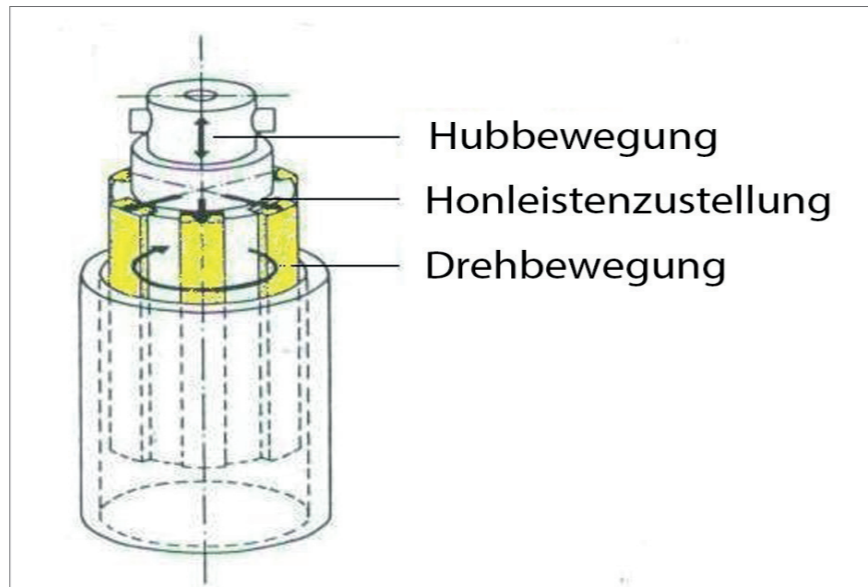
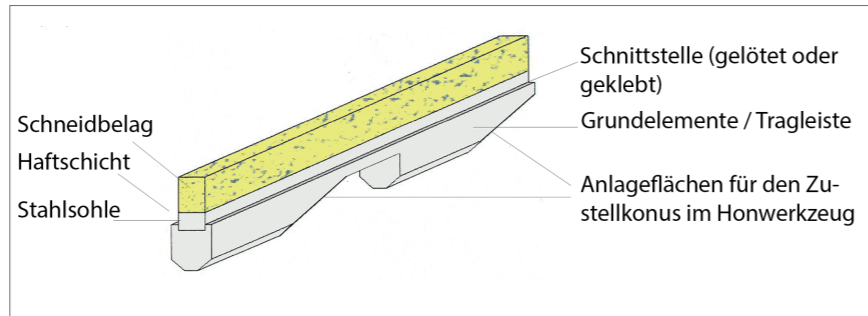
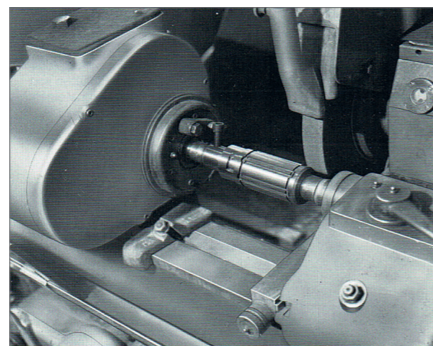
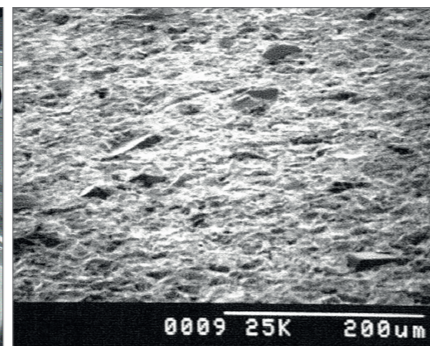

Abb. 2: Honspezifische Kinematik [1]
Abb. 3: Geometrien von Diamant- und Bornitrid-Honbelägen [1]
Abb. 4a: Rundschleifen der Honleisten im Werkzeug
Abb. 4b: Rundgeschliffene Honleisten-Schneidfläche
Die eigentlichen Schneidbeläge sind nach dem Sinterprozess gemäß Abbildung 3 in quadratischer oder rechteckiger Form aufgebracht. Nach der Montage (wie Abbildung 2, bereits im Prozessablauf) erfolgt ein erster Aufbereitungsschritt zur Makroformgebung. In einem diffizilen und zeitintensivem Rundschleifprozess (s. Abb. 4a) werden die hochharten Honleisten im Werkzeug auf die notwendige Zylinderform und den zu honenden Zieldurchmesser überschleift. Je nach Ausgangsformfehler liegt der Schleifabtrag zwischen 0,05mm und 0,10mm im Durchmesser. Auf der Rundschleifmaschine ist für diesen Prozess eine Einstellvorrichtung zur vorgespannten Honleistenexpansion notwendig. Durch das Überschleifen sind Bindung und Schneidkristalle auf annähernd gleichem Höhenniveau (s. Abb. 4b). Je nach Bindungsspezifikation können die Schneidkristalle auch weitgehend zugeschmiert sein. Die Mikrostruktur der Schneidfläche entspricht nach dem Überschleifen jedoch noch
- Rundschleifen der Makroform (Hondurchmesser, Rundheit, Geradheit, Zylinderform) s. Abb. 4a, Aufmaß bspw. für Ø 80mm 0,05mm – 0,1mm im Durchmesser.